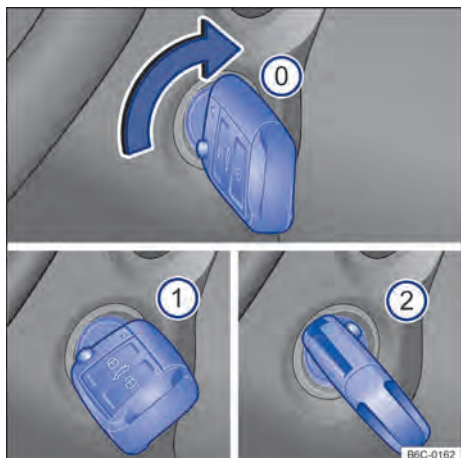

Fig. 88 Ao lado do volante, à direita: posições da chave do veículo no cilindro da ignição.
Posições da chave do veículo → **Fig. 88**
- ① Ignição desligada. A chave do veículo pode ser retirada.
- ① Ignição ligada.
- ② Pisar no pedal do freio (*veículos com transmissão automática*), ou no pedal da embreagem (*veículos com transmissão manual*) e ligar o motor. Quando o motor pegar, soltar a chave da ignição. Ao soltar, a chave do veículo retorna à posição → **Fig. 88** ①.
- **Veículos com cilindro da ignição:** girar a chave do veículo na posição → Fig. 88 ①. A ignição está ligada. Nesse instante a luz de controle do sistema de partida aquecida 🔌 irá se acender no instrumento combinado. Aguardar que a luz de controle 🔌 se apague indicando o término do aquecimento do combustível (esta ação poderá ser necessária em condições de partida com o motor frio).
- **Veículos com cilindro da ignição:** girar a chave do veículo no cilindro da ignição para a posição → Fig. 88 ② – não acelerar. Quando o motor começar a funcionar, soltar a chave do veículo no cilindro da ignição.
- *Veículos com cilindro da ignição*: girar a chave do veículo no cilindro da ignição na posição → Fig. 88 .